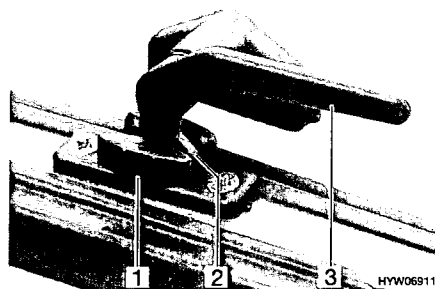

Bild 16 Verriegelungshebel in Stellung "Dauerbelüftung"
- in Stellung "Dauerbelüftung" (Bild 16)
- Den Verriegelungshebel (Bild 16,3) eine viertel Umdrehung zur Fenstermitte hin drehen.
- Den Verriegelungshebel wieder zurückdrehen. Die Verriegelungsnase (Bild 16,2) dabei in die Aussparung der Fensterverriegelung (Bild 16,1) einfahren.